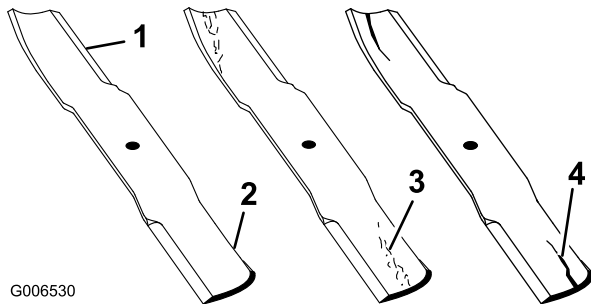

Figure 65
1. Examinez le tranchant des lames (Figure 65). Si les lames ne sont pas tranchantes ou si elles présentent des indentations, déposez-les et aiguisiez-les (voir Aiguisage des lames).
2. Inspectez les lames, surtout la partie incurvée (Figure 65). Remplacez immédiatement toute lame endommagée, usée ou qui présente une entaille (Figure 65).